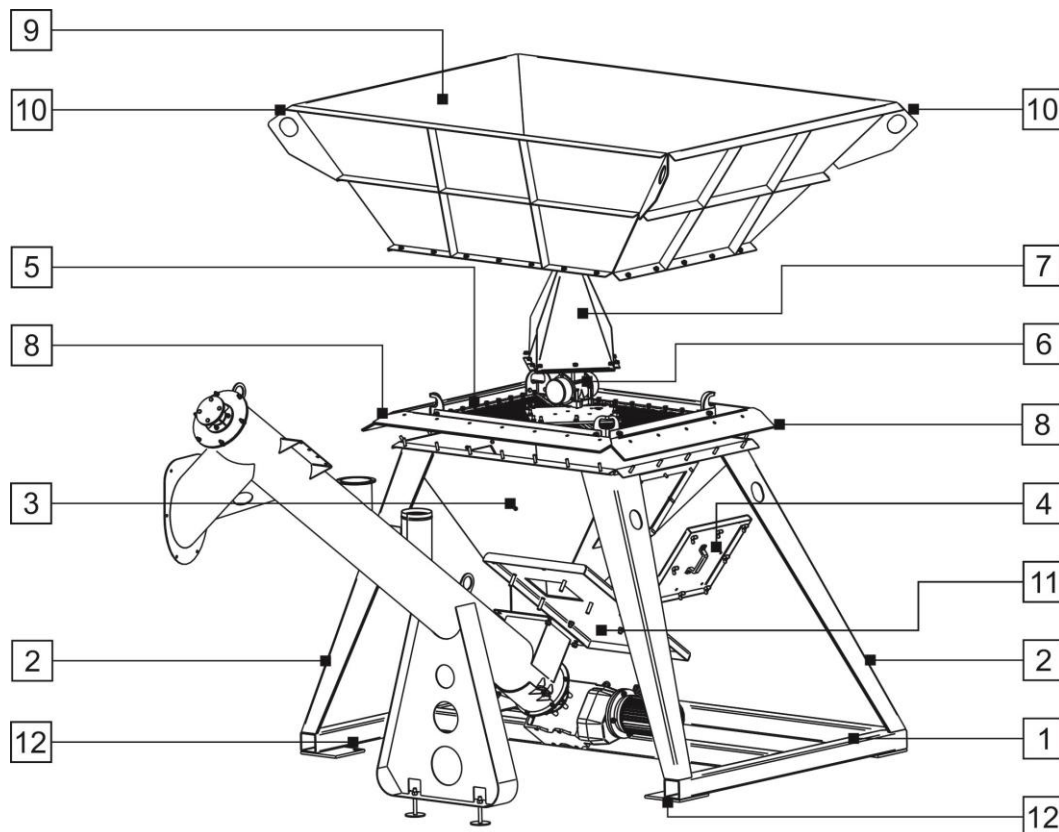

Рис. 13
Бункер сырья (Рис. 13) состоит из рамы (1), опор (2), нижней (несъемной) части емкости (3), в боковых стенках которой имеются люки обслуживания, закрытые крышками (4). На отбортовке нижней (несъемной) части емкости (3) установлена просеивающая виброрешетка, которая в свою очередь состоит из перфорации (5), в центре которой установлен электромеханический вибратор (6) ИВ-99Б. Вибратор закрыт защитной пирамидой (7), которая также может выполнять функцию разрывателя дна мягких контейнеров типа «Биг-Бэг». По краям перфорации (5) закреплена эластичная полоса (8), служащая для предотвращения передачи вибрации на раму (1) и опоры (2) бункера. На отбортовке нижней (несъемной) части емкости (3) установлена верхняя (съемная) часть емкости (9) с петлями – проушинами (10) для транспортировки конструкции. Внизу нижней (несъемной) части емкости (3) расположен плоский затвор (11) с реечным механизмом открывания-закрывания. В углах рамы (1) имеются площадки (12) с отверстиями для анкерования конструкции.